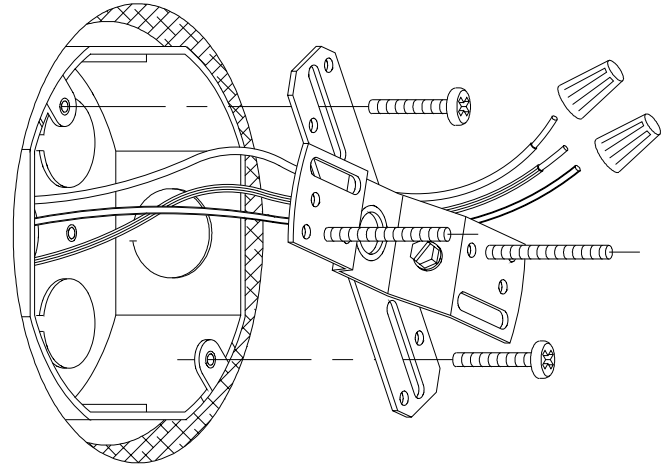

Figure 2
2. **Fully thread (2) #8-32 x 1½" screws into the Crossbar,** with the green ground screw, 2¾" apart, facing forward. **See Fig 2.**
3. **Attach the flat crossbar to the junction box** by inserting the (2) #8-32 x 1" machine screws through the slots in the crossbar into the junction box. (*head of green screw should face forward*). _____ **See Fig 2.**
4. **Rotate the crossbar with the protruding screws** so that the screws are horizontally level. _____ **See Fig. 2.**
2. **Visser complètement les (2) vis cal.** 8-32 x 1½ po dans la traverse, avec la vis de terre verte, espacées à 2¾ po, face vers l'avant. _____ **Voir la figure 2.**
3. **Fixer la traverse plate** à la boîte de jonction en insérant les (2) vis de mécanique cal. 8-32 x 1 po dans les rainures de la traverse de la boîte de jonction. (La tête de la vis verte doit être face vers l'avant.) _____ **Voir la figure 2.**
4. **Tourner la traverse avec** les vis qui dépassent pour que celles-ci soient à l'horizontale. _____ **Voir la figure 2.**
2. **Enrosque completamente (2) #8-32 x 1½"** a la barra transversal, con el tornillo verde, mirando hacia el frente y espaciado a 2¾". _____ **Vea Fig. 2.**
3. **Conecte la barra transversal** plana a la caja de ensambladura metiendo los (2) tornillos de máquina #8-32 x 1" por las ranuras de la barra transversal a la caja de ensambladura. (la cabeza del tornillo verde debe mirar hacia el frente). _____ **Vea Fig. 2.**
4. **Gire la barra transversal con los tornillos** que resaltan para que los tornillos estén horizontalmente nivelados. _____ **Vea Fig. 2.**